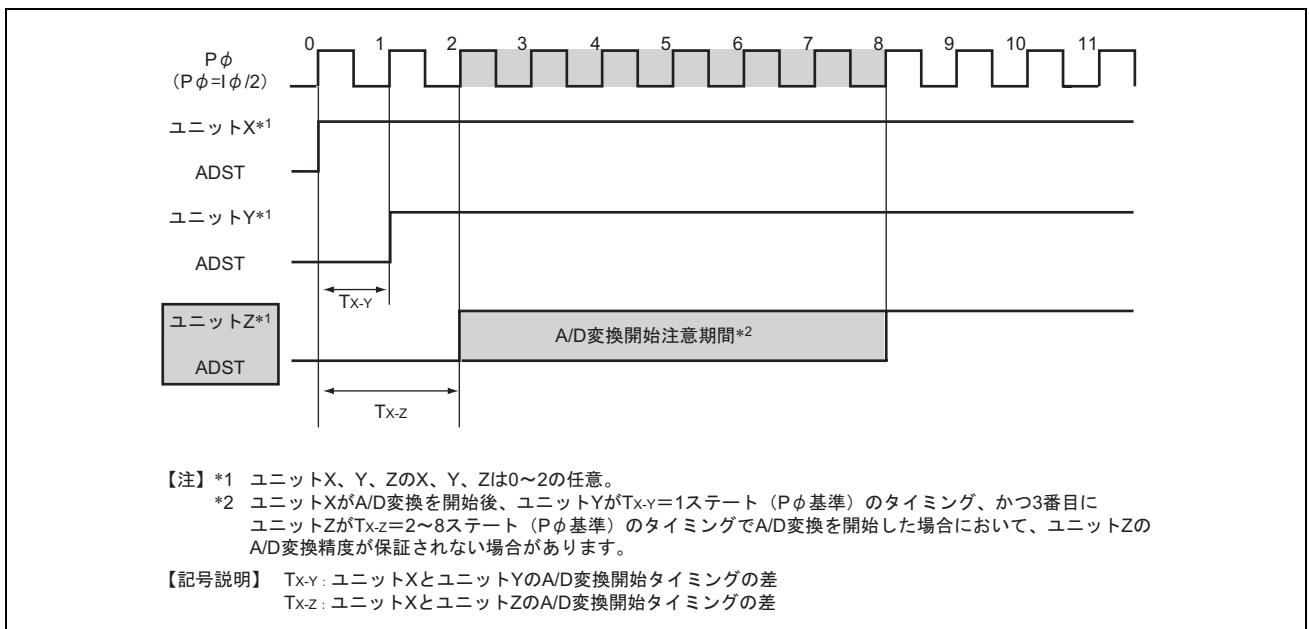

図 19.15 3番目にA/D変換を開始したユニットZの、A/D変換精度が保証されない場合の動作タイミング2
- 図19.15に示すようにユニットXがA/D変換を開始後、ユニットYが $T_{X-Y}=1$ ステート ( $P_\phi$ 基準) のタイミング、かつ3番目にユニットZが $T_{X-Z}=2\sim8$ ステート ( $P_\phi$ 基準) のタイミングでA/D変換を開始した場合において、ユニットZのA/D変換精度が保証されない場合があります